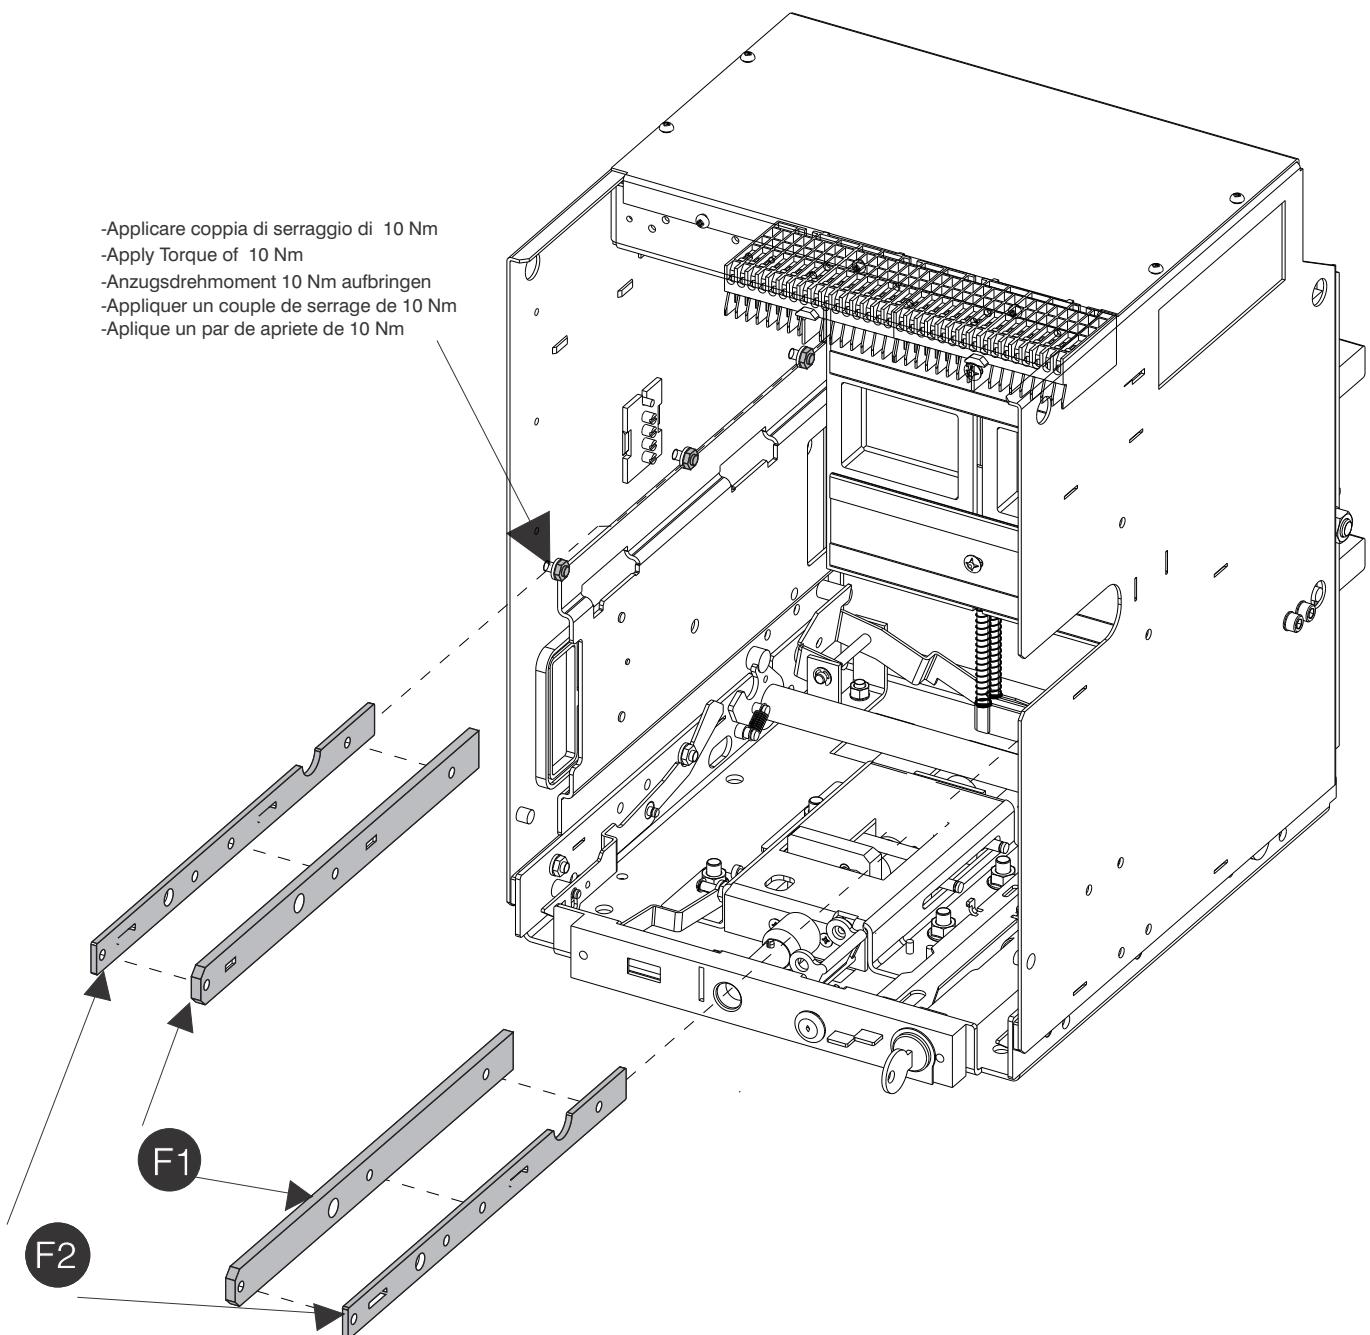

Fig.25
- Assemble the parts shown in figure 25 from M-PACT.
-Montieren Sie die in Abbildung 25 gezeigten Teile aus der M-PACT/M-PACT plus FR1-Kassette
-Assembler les pièces illustrées à la figure 25 à partir de la cassette M-PACT/M-PACT plus FR1